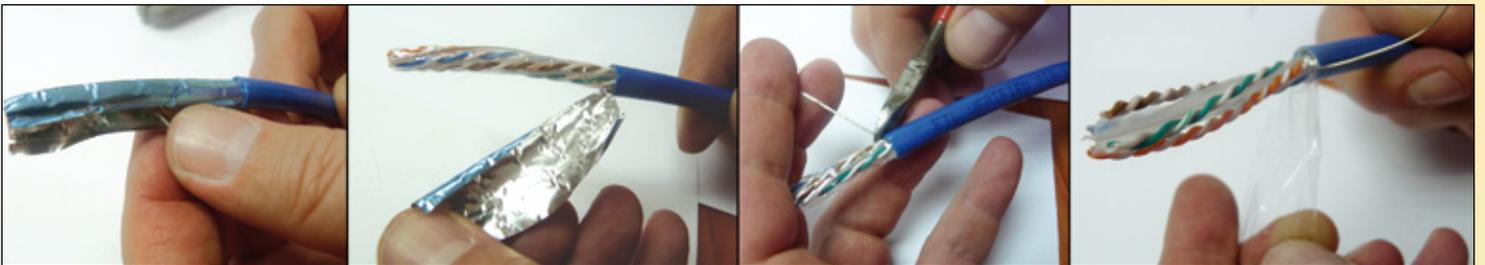

Figura 6
- 5 Proceda a retirar el blindaje de aluminio y la chaqueta plástica, corte el hilo de rasgar y separe el conductor de drenaje para aterramiento tal como se muestra en el grupo de imágenes de la Figura 6.